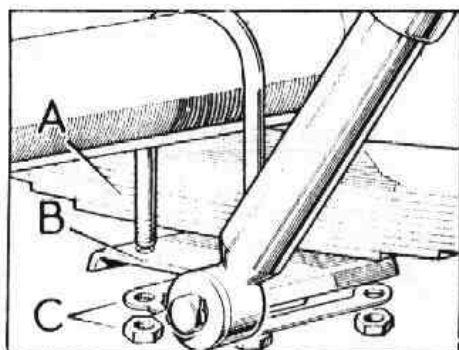

Fig. F-43 Elementos de fijación de las bridas
- 1.2. Soltar las cuatro bridas (Fig. F-43), y separar el cárter del eje del vehículo.
2.4. Instalar las bridas y las placas-fiador, apretando las tuercas a un par de 7 mkg (Fig. F-43).